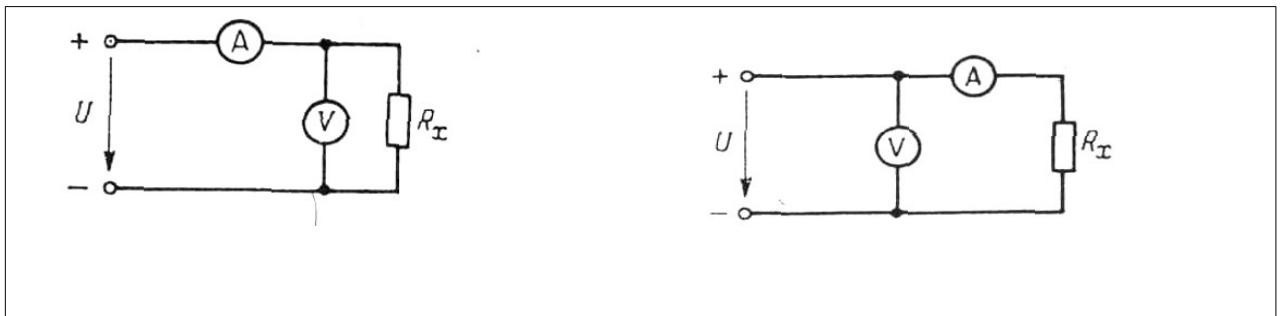

Рисунок 1
Общие теоретические положения. Для измерения сопротивления применяются методы амперметра и вольтметра; омметра; мегомметра. Для того чтобы определить сопротивление участка цепи с помощью амперметра и вольтметра, амперметр включают последовательно, а вольтметр — параллельно ему. Включив амперметр и вольтметр по схемам рисунок 1, измеряют значения тока и напряжения. Зная показания вольтметра и амперметра, искомое сопротивление определяют по формуле $R_x = U/I$.
2. Определить сопротивление трех резисторов методом вольтметра и амперметра. В зависимости от порядка измеряемой величины выбрать схему рис. 1.